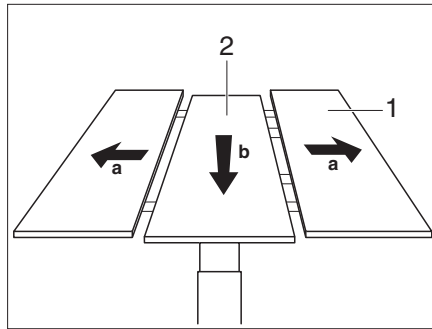

Bild 107 Mittelteil hoch fahren
- Die Außenteile (Bild 107,1) des Tisches auseinander ziehen.
- Das Mittelteil (Bild 107,2) des Tisches kräftig nach unten drücken. Das Mittelteil wird mit Federkraft nach oben gedrückt.
- Das Mittelteil (Bild 107,2) des Tisches kräftig nach unten drücken. Das Mittelteil rastet in der unteren Stellung ein.